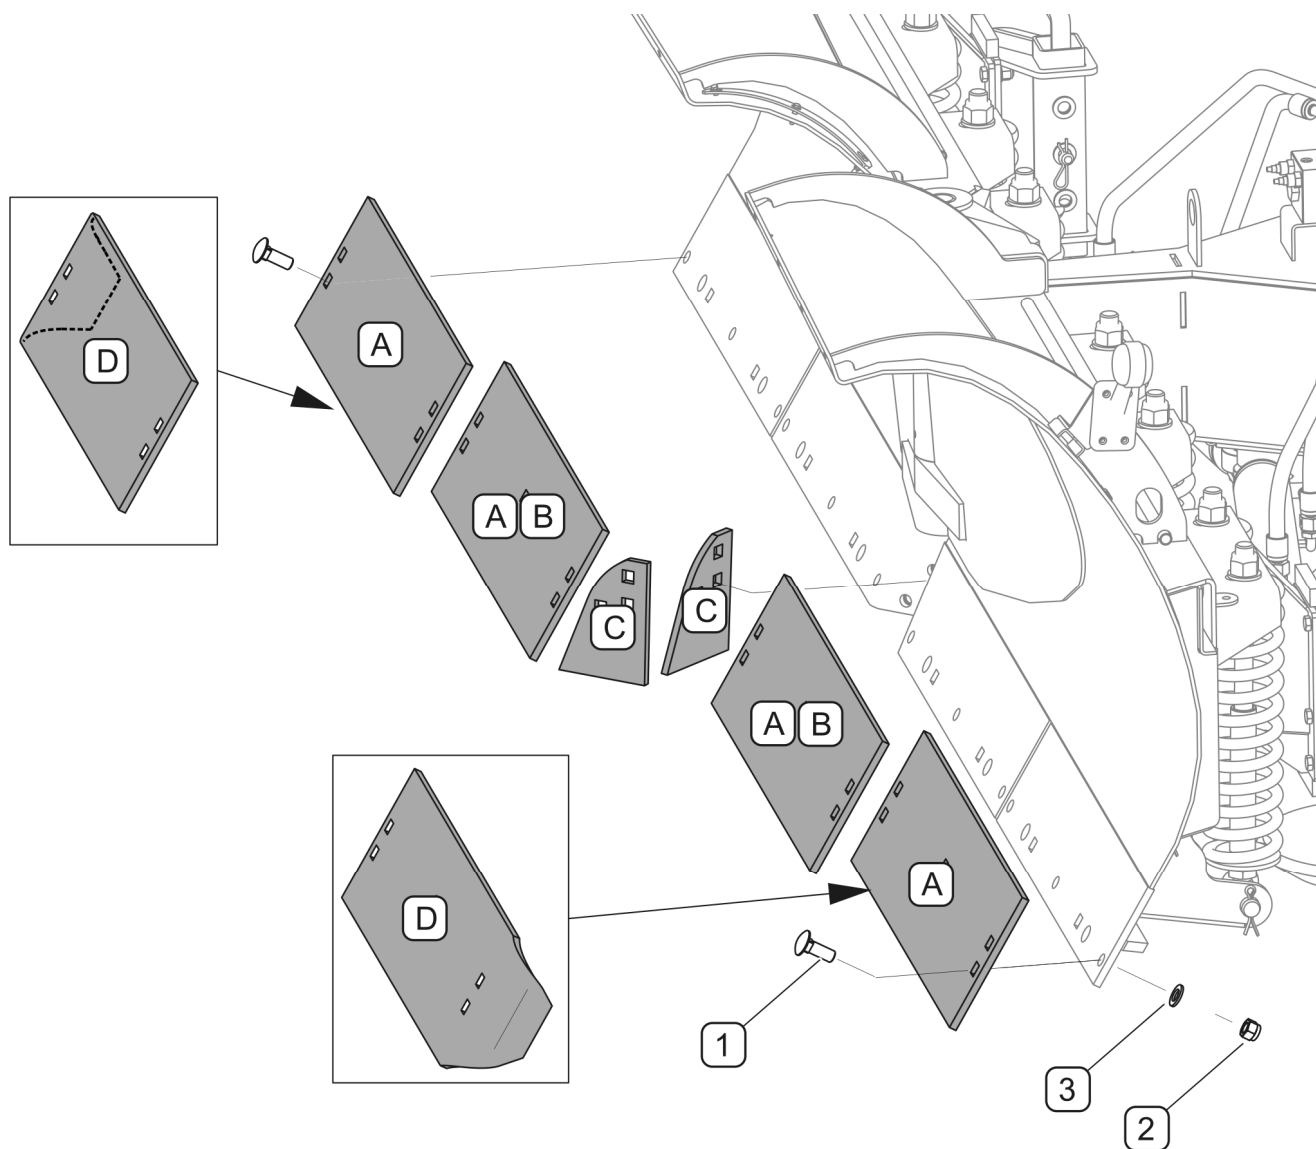

РИСУНОК 5.1 Замена стальных кромок отвала
Стальные кромки (РИСУНОК 5.1) отвалов состоят из сегментов. Для того, чтобы демонтировать сегмент кромки отвала, нужно отвинтить гайки соответствующие гайки (4) и вынуть болты (3), крепящие его к отвалу. Поврежденную кромку следует заменить. В случае износа металлических нижних кромок отработанные с одной стороны можно перевернуть и поменять местами. Перечень стальных кромок отвалов представляет (ТАБЛИЦА 5.1).